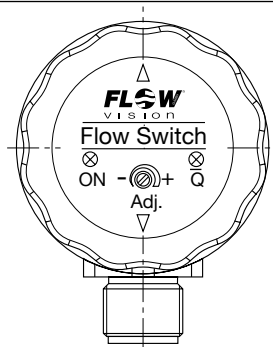

Fig. 8
- 3 Die gelbe LED ( $\bar{Q}$ ) im Strömungswächter (siehe Fig. 8) zeigt den momentanen Ist-Bereich des Schaltpunktes an.
- 3 The yellow LED ( $\bar{Q}$ ) on the Flow Monitor (see fig. 8) indicates the actual range of response value.